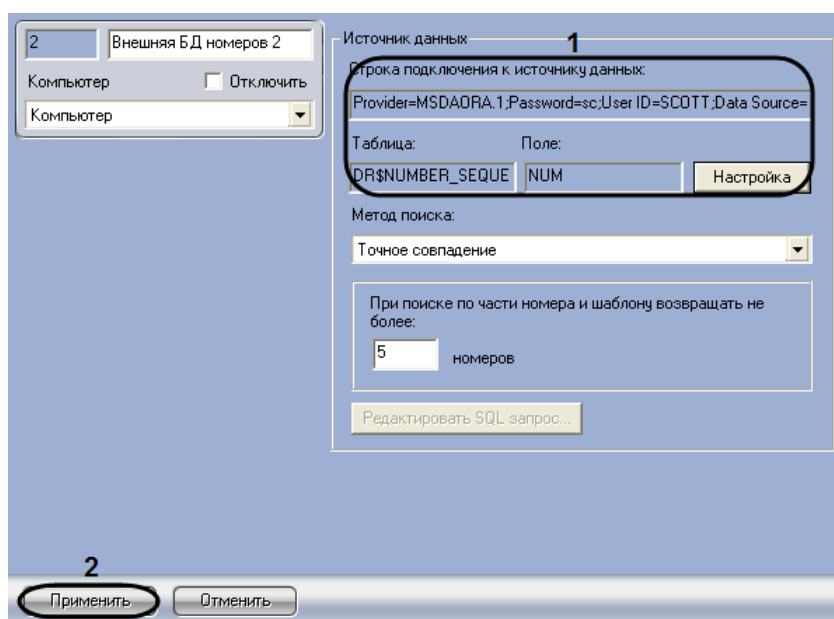

Рис. 7.5—7. Параметры внешней базы данных номеров
10. В результате выполнения операции будут заполнены поля «Строка подключения к источнику данных», «Таблица», «Поле» (Рис. 7.5—7, 1) на панели настройки объекта «Внешняя БД номеров».
11. Нажать кнопку «Применить» (см. Рис. 7.5—7, 2).